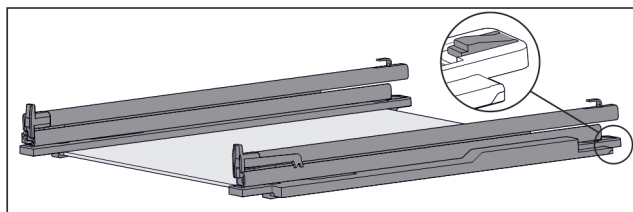

Fig. 155 Steklена plošča z vodili in držalnimi deli
- Držalni del na zadnji strani potisnite navzdol (glejte Fig. 155) in hkrati vodilo potisnite proti zadnji strani.